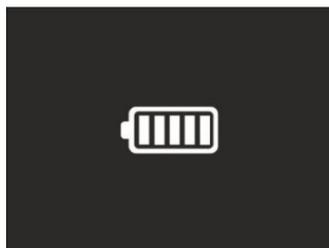

Abb. 53: Angabe der kompletten Wiederaufladung der Batterie
2. Mit festem Symbol " auf dem Display ist die Wiederaufladung der Batterie beendet (siehe Abb. 53)